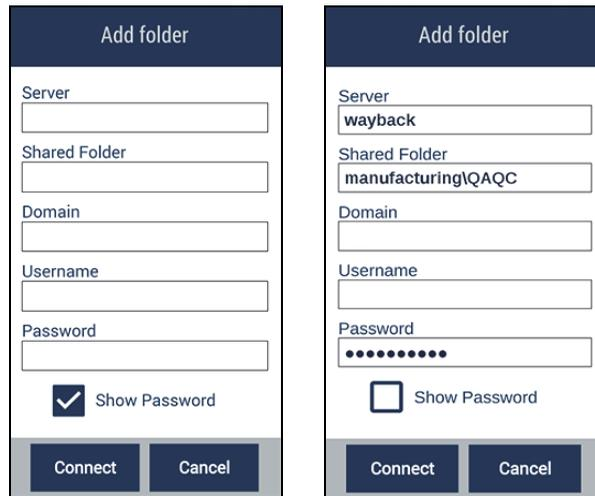

图 4-5 空的（左图）和填写的（右图）添加文件夹对话框
2. 在**Add Folder**（添加文件夹）对话框中填入适当的信息（参见第115页的图 4-5）。